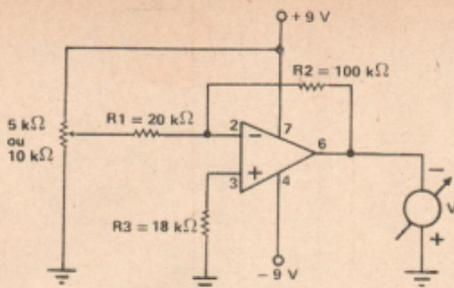

FIG. 5 — Circuito prático para realizar as experiências com um operacional 741 utilizado como amplificador inversor.
O circuito proposto para a primeira experiência está na Fig. 5.
Com os valores de R1 e R2 utilizados (Fig. 5), o ganho será  $-5$ , conforme nos dá a fórmula (1). Em suas experiências, procure utilizar resistores com valores os mais exatos possível, para que você possa comprovar os resultados. Montado o circuito, ajuste o potenciômetro para uma tensão qualquer (1,0 V, por exemplo). Ora, se o ganho do circuito é  $-5$ , você deverá ler na saída (pino 6) uma tensão de  $-5$  V em relação à massa. (Lembre-se de que o circuito é inversor.) Experimente outros valores de tensão de entrada, e você irá comprovar que a saída apresenta uma tensão sempre cinco vezes maior e com polaridade invertida.